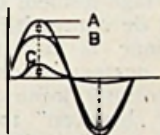

Fig. 3b
**G**EHEEL anders wordt de situatie, indien er wel vervorming in de versterking optreedt; dit is in fig. 3b afgebeeld.